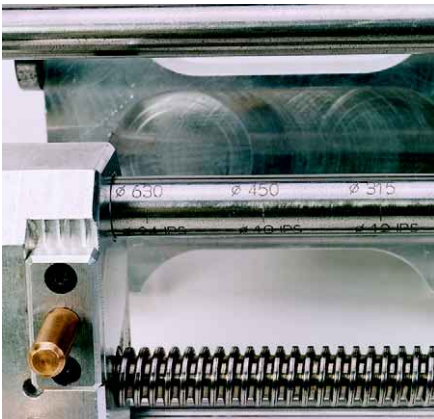

Abb. 4
- Die Feineinstellung der Position des Messergehäuses erfolgt durch Drehung des Rollgriffs, bis der gewählte Markierungsstrich als Dimensionsbereich bündig am Messergehäuse abschließt (Abb. 4).